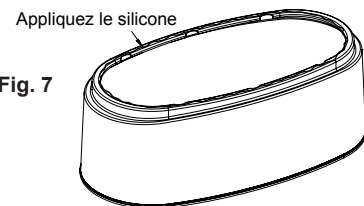

Fig. 7
- 1 Après avoir localisé les conduites d'alimentation en eau, du système électrique et du kit d'alignement du drain par rapport au modèle fourni (ModenaMC uniquement), tracez à l'aide d'un marqueur l'empreinte intérieure de la jupe à l'endroit où la baignoire sera installée. Appliquez du silicone uniquement sous la jupe et replacez-la à l'endroit marqué (fig. 7).